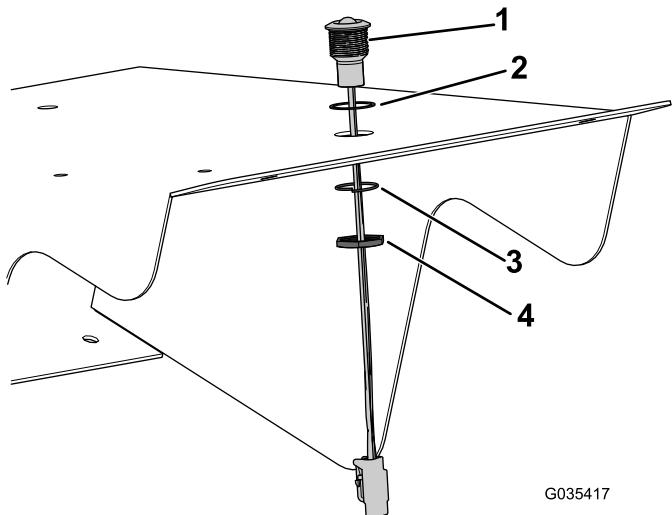

Figura 11
10. Monte as luzes na parte superior da cobertura; consulte Figura 11 para saber a orientação correta.